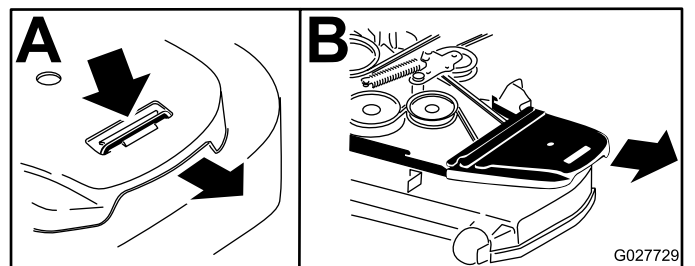

Figura 60
7. Retire las cubiertas de la correa (Figura 60).